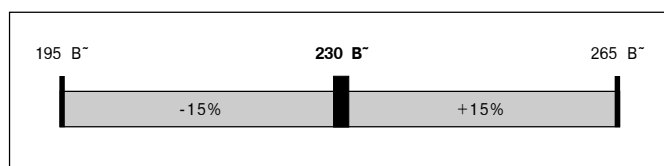

Рис. 13 Допуски по напряжению питания
**Указание!** Выходное напряжение генератора не должно выходить за допустимые пределы, указанные на рис. 13.